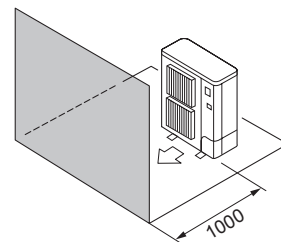

Fig. 2-9
- ④ Samo prepreke sa prednje strane (Fig. 2-9)